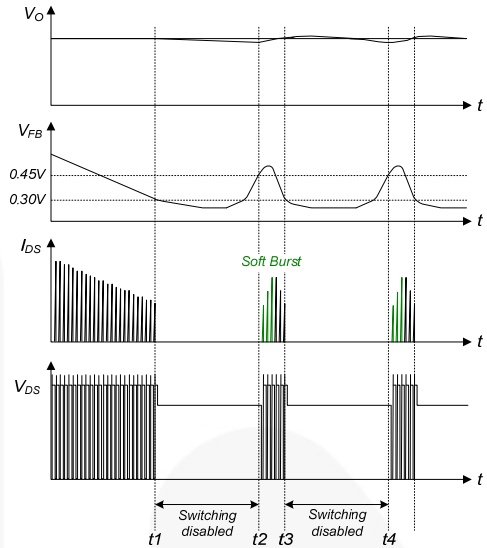

图 25. 突发模式运行
**5. 软突发模式：**为最大限度地降低待机模式下的功耗，FSL117MRIN 会进入突发运行模式。随着负载减小，反馈电压也随之减小。当反馈电压降至低于  $V_{BURL}$  (300mV) 时，器件自动进入突发模式，如图 25. 所示。此时，开关停止，输出电压开始降低，降低的速率取决于待机电流负载。这会导致反馈电压上升。一旦此值超过  $V_{BURH}$  (450mV)，开关将恢复。反馈电压随之降低，此过程重复。突发运行模式会交替使能和禁用 SenseFET 的开关操作，并降低待机模式下的开关损耗。